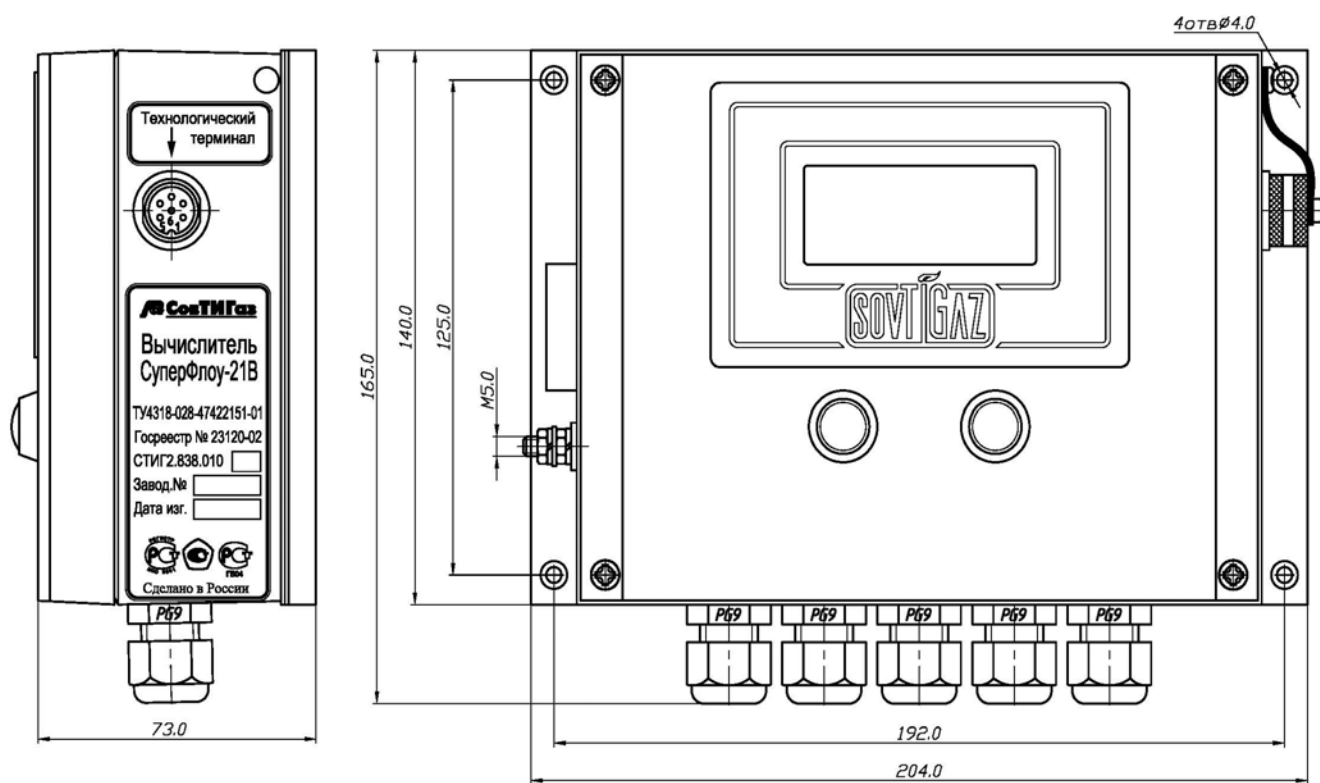

Рис. 1
1.8.1 Вычислитель рис. 1 и 2 «СуперФлоу-21В» СТИГ2.838.010 и СТИГ2.838.010-01 далее «вычислитель» представляет собой защитный корпус, в котором размещена плата вычислительного устройства. На плате размещены все необходимые устройства входов/выходов, питания датчиков, вычисления и хранения информации, жидкокристаллический дисплей, соединительные разъемы.